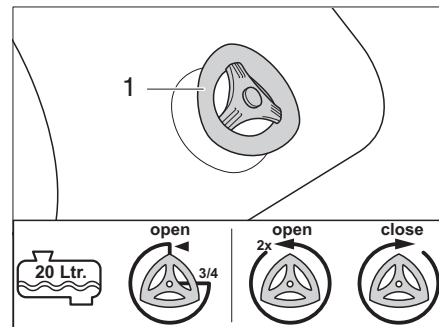

Bild 341 Avtappningskran
- 1/2 full eller mindre: Vrid avtappningskranen (Bild 341,1) ett 3/4-varv moturs. Vattnet rinner ut.
- 3/4 full och mer: Vrid avtappningskranen (Bild 341,1) 2 varv moturs. Vattnet rinner ut.
- Stäng avtappningskranen (Bild 341,1) medurs.